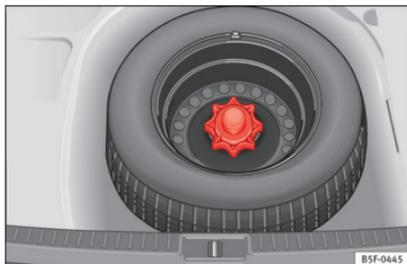

Abb. 210 Notrad: hochgeklappter Ladeboden
- Heben Sie den Ladeboden an und halten Sie ihn in dieser Position, um das Notrad herausnehmen zu können » **Abb. 210.**